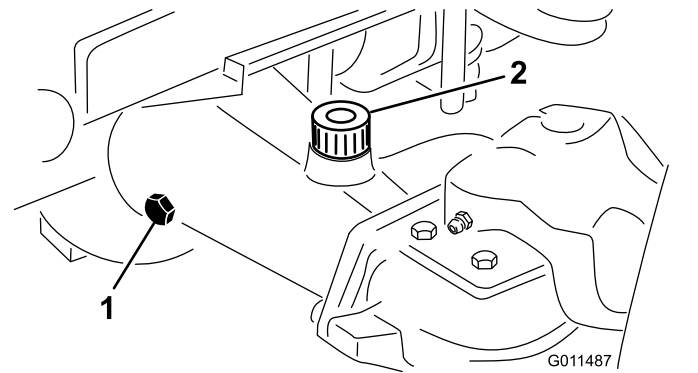

Figura 72
- Retire un tapón de verificación de un extremo del eje y asegúrese de que el lubricante llega al borde inferior del orificio (Figura 72).